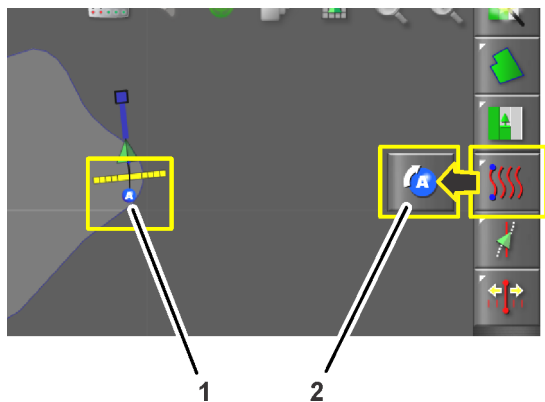

Figure 16
5. Appuyez sur l'icône de réglage du point A (Figure 16).